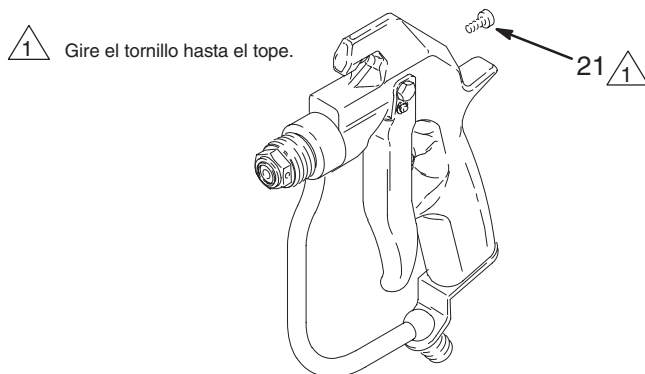

Fig. 21
9. Si se ha desmontado, monte de nuevo el tornillo de tensión del muelle (21) en la parte posterior de la pistola. Gire después el tornillo hasta el tope. Vea la Fig. 21.